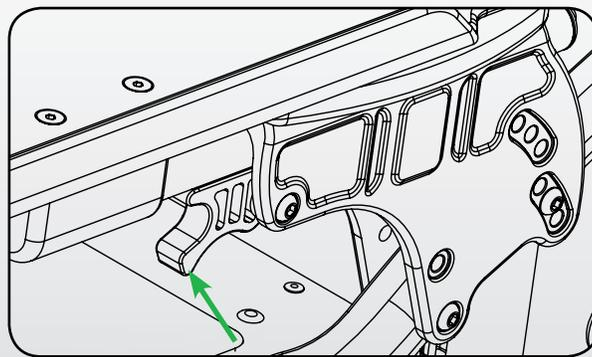

Figure 30
3. Faites basculer les dispositifs de blocage par came des deux côtés vers le haut. Consultez figure 30.